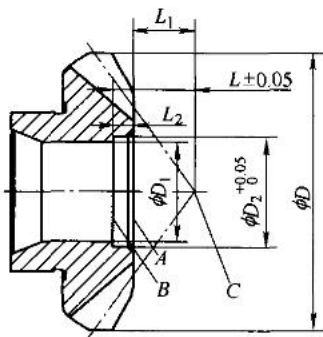

图 1
图1是某汽车后桥差速器半轴锥齿轮零件, ϕD_2 孔因装配需要, 其轴向尺寸 L 控制较严, 有公差要求。以公司现有量具, 可利用深度尺测量 L_2 , 用专用检具测量 L_1 。方法是: 分别测出 A 面到 B 面之间的轴向尺寸和锥齿轮节锥顶点 C 点到 A 面的轴向尺寸, 计算其和值就得到 L 尺寸。即 $L = AB + AC$ 。但此法也有以下不足: ①确定 L 尺寸时, 要经过两次测量和一次计算过程, 易产生较大测量误差和计算错误。②因测量步骤较多, 当待测数量较大时, 测量效率不高。因该零件批量较大, 要求逐件检验, 以上方法不能满足生产需要, 为此, 设计了此专用检具, 在实际检测中取得较好效果。